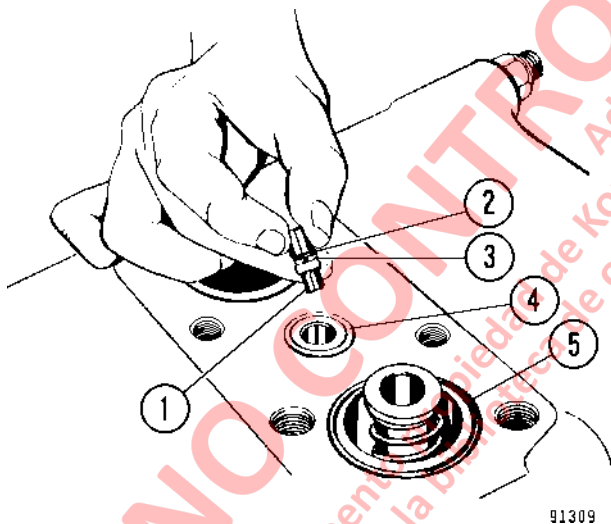

FIGURA 8-8. DESMONTAJE DEL CABEZAL MOVIL DE RESTRICCION
4. Saque y deseche los O-Rings (4) y (5, Figura 8-8).
5. Desmonte el cabezal móvil de restricción (1). Saque y deseche el O-Ring (2) y el anillo de respaldo (3), si se usó. Fijese en la posición del restrictor al desmontar para asegurar un reensamblado correcto.
8. Si se usaron, monte el O-Ring (2, Figura 8-8) y el anillo de respaldo (3) en el cabezal móvil de restricción (1). Monte el cabezal móvil en la caja del carrete como se muestra en la Figura 8-9.
9. Monte los O-Rings nuevos (4), (5) y (10).